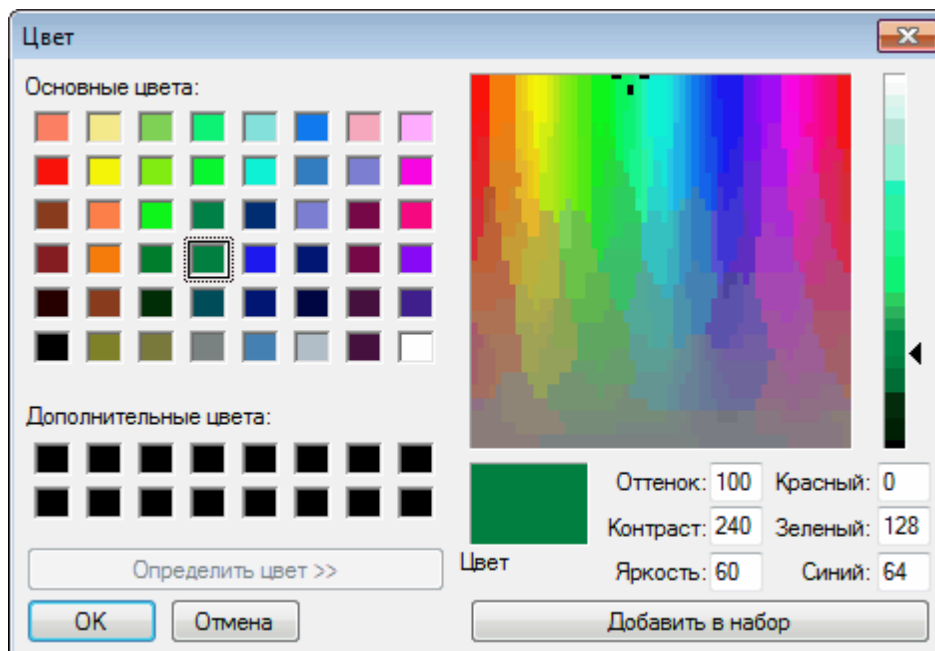

Рисунок 15. Настройка цвета фона.
-  нажатие на эту кнопку вызывает стандартное диалоговое окно настройки цвета фона (рисунок 15).